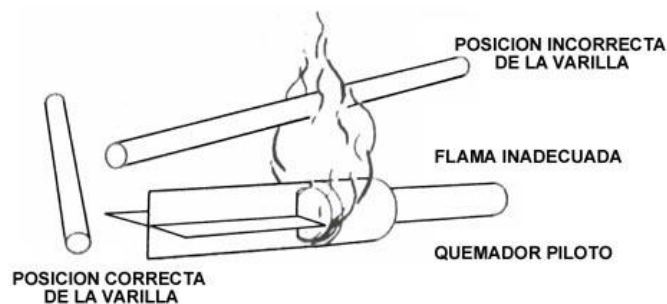

FIGURA 1
3.- La varilla deberá quedar y tener contacto a un lado de la flama. Jamás poner la Varilla Detectora sobre el piloto o la flama principal (Ver figura 1). Deberá realizarse el "AJUSTE DE PILOTO MÍNIMO".